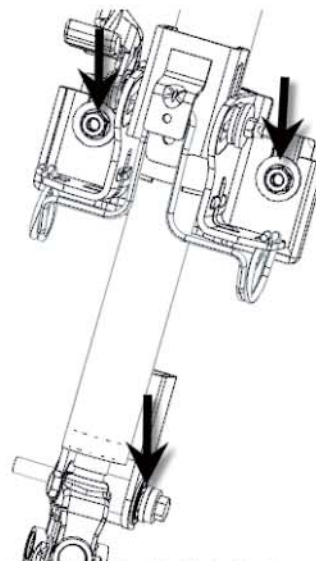

图 5.9 拆下机械转向管柱
①确认所有与管柱连接的线束均已脱开。
②松开管柱上安装点的螺母与下安装点的螺栓, 如图 5.9 所示, 取下转向管柱及万向节。